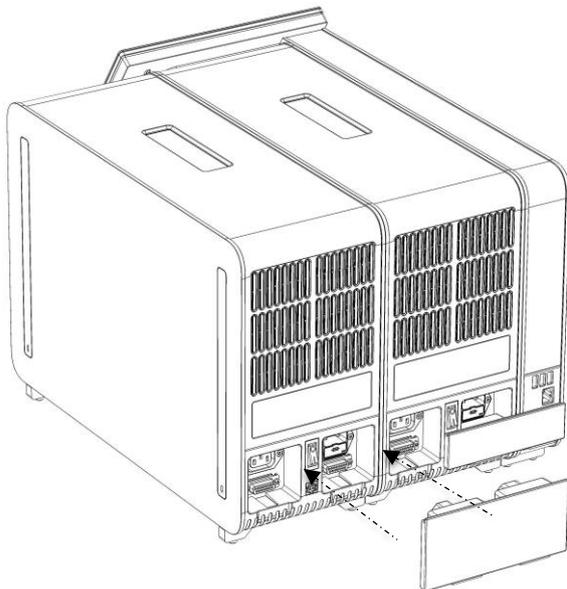

Рис. 18. Подсоединение моста для аналитического/аналитического модуля.
6. Подсоедините мост для аналитического/аналитического модуля на задней стороне QIAstat-Dx Analyzer 1.0, чтобы соединить два аналитических модуля (рис. 18, следующая страница).